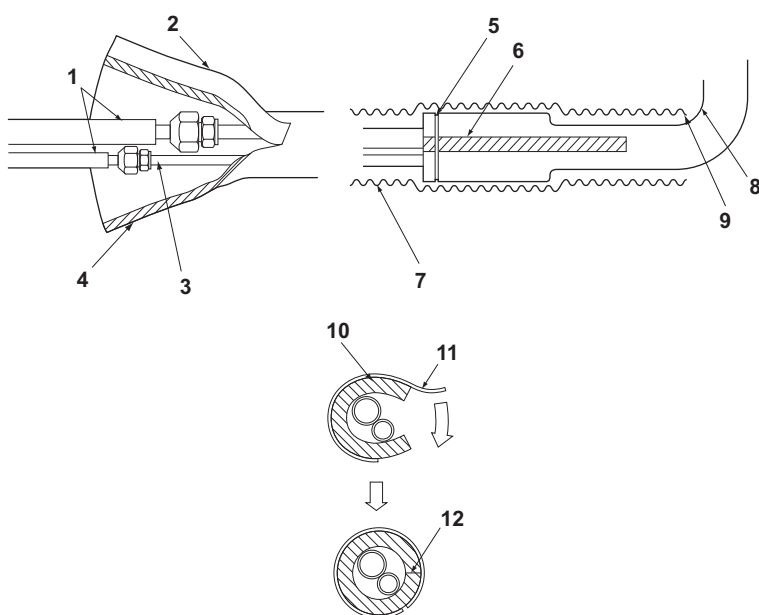

Bild 15
- Efter utförd läckagekontroll av röranslutningar ska du värmeisolera med kompletterande rörisoleringstub och isoleringstejp (3). Isoleringstejpen (3) ska lindas från den L-formade böjen hela vägen till slutet inuti enheten. **(Se bild 15)**